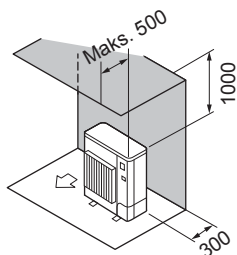

Fig. 2-3
② Hindringer kun bak og over (Fig. 2-3)